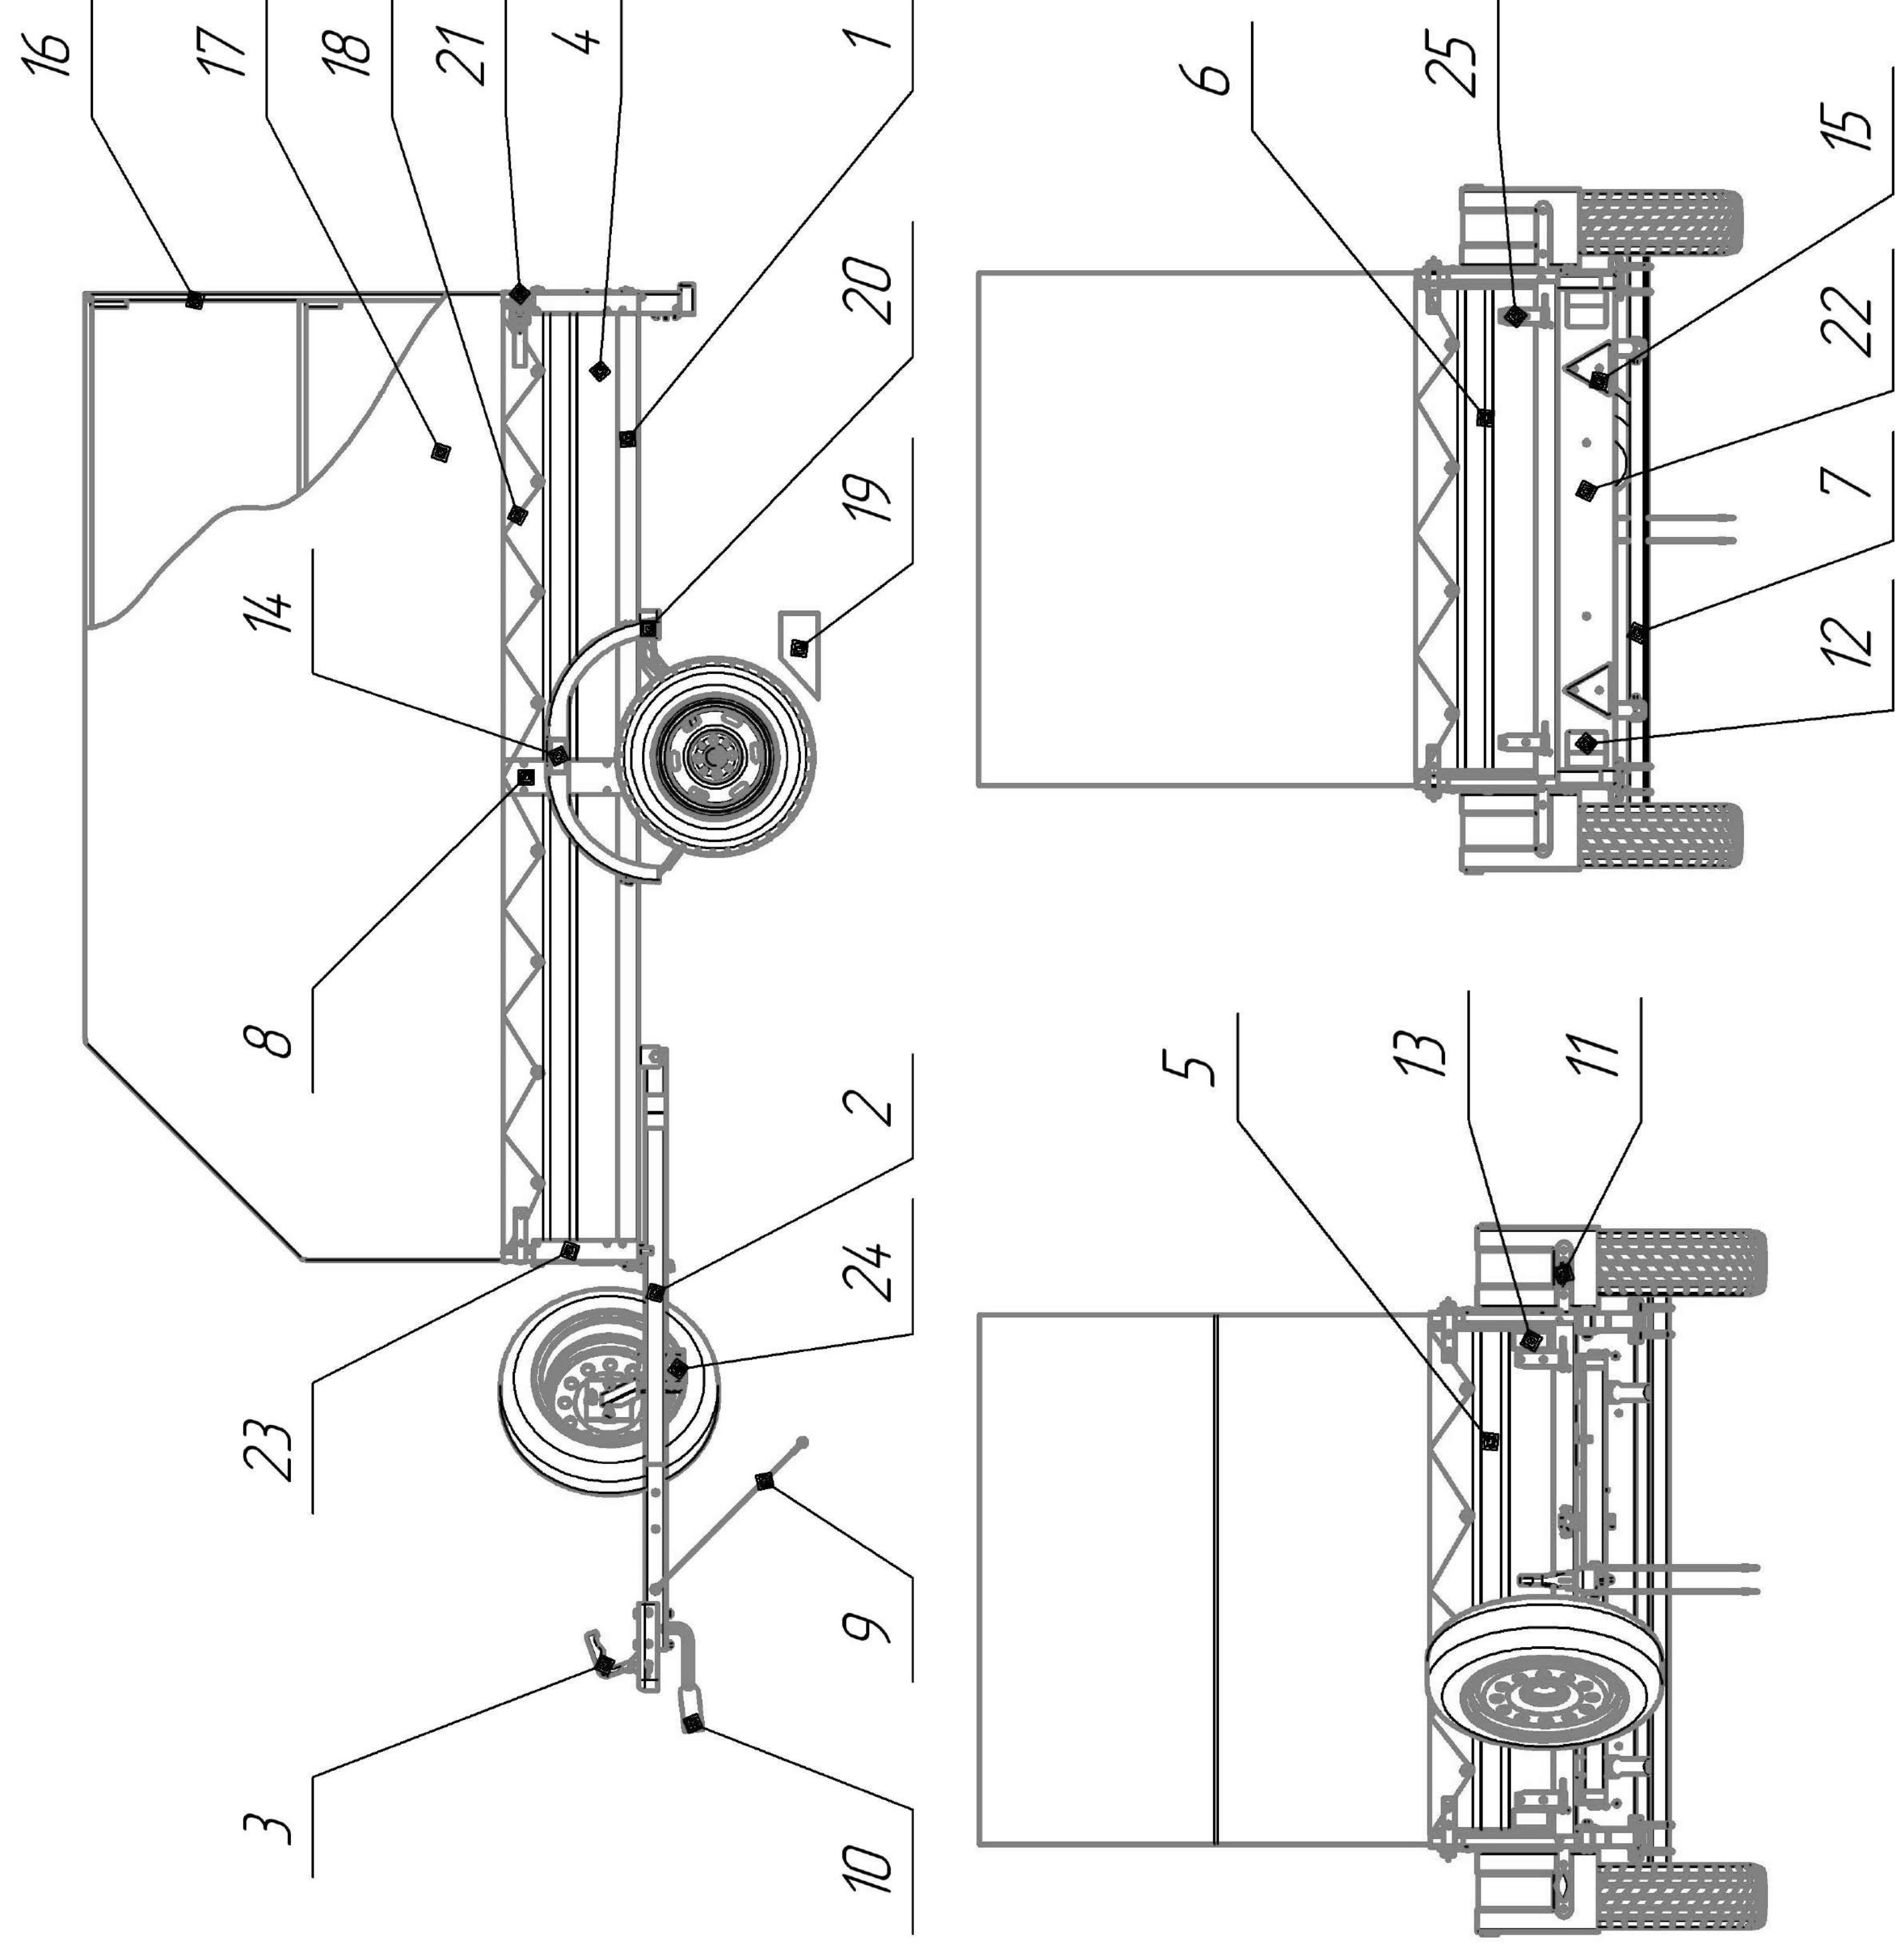

Рис. 1. Общий вид прицепа.
4.1. Общий вид прицепа и его составные части показаны на рис.1.
4.9. Стойка опорная 8 (рис.1) предназначена для обеспечения устойчивости загруженного или порожнего прицепа после расцепки с автомобилем-тягачом.
4.11. Упоры противооткатные 19 (рис.1) обеспечивают неподвижность прицепа полной массы на подъемах и спусках с крутизной уклона до 18% (подкладываются на стоянках под его колеса) неограниченное время без применения дополнительных внешних приспособлений.